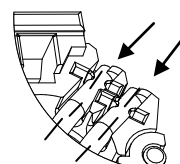

Fig 5
5. Observing pair polarity and T568A or T568B wiring pattern, seat the four pairs into the wire manager. **Note: Pairs must be completely and securely seated into wire manager wire channels.** (See Fig. 5).
5. En observant la polarité des fils et le mode de câblage (T568A ou T568B), insérer complètement et solidement les paires dans les goulottes du gestionnaire (figure 5).
5. Observe la polaridad del patrón de cableado T568 o T568B, coloque los cuatro pares en el guiador de cable. **Nota:** Los pares deben estar completamente asentados y asegurados en los canales del guiador de cable (Ver Fig. 5).